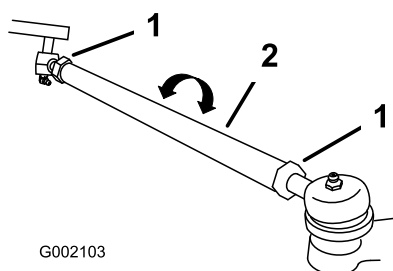

Figura 16
- Se la misura non rientra nel range previsto (vedere le dimensioni e i parametri riportati all'inizio di questa operazione), allentate i controdadi da ambo i lati dei tiranti (Figura 16).